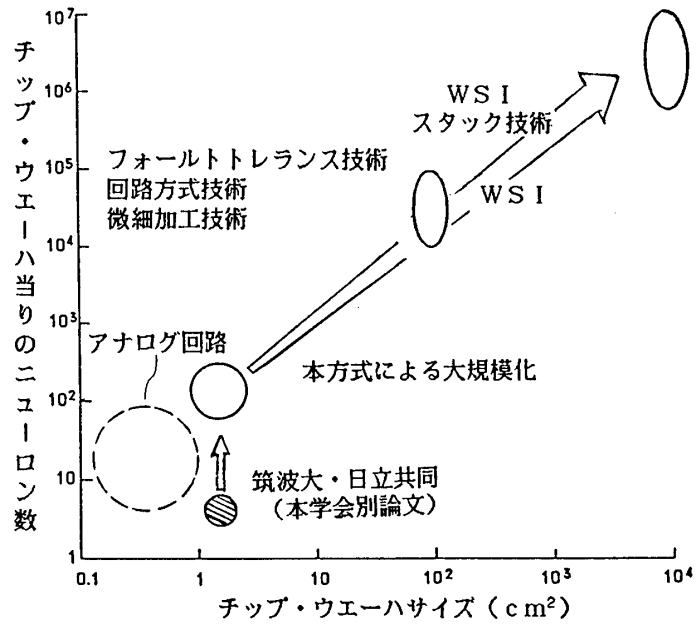

図1 高集積デジタルニューロチップ
1. 緒言 大規模高速ニューラルネットワーク実現のためには、高集積化に適したネットワーク方式、ニューロン回路・結合方式にする必要がある(図1)。